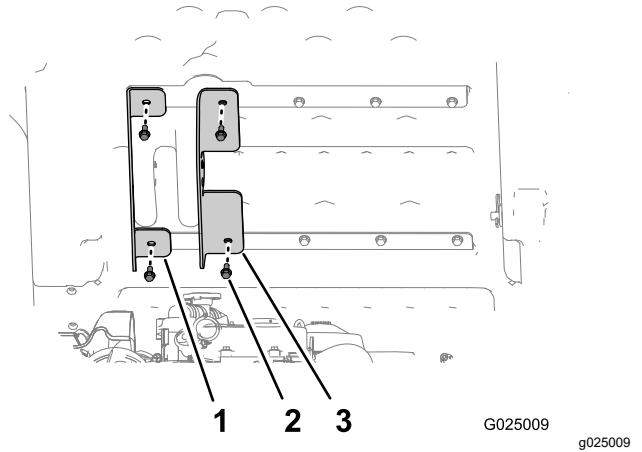

図 5
3. 左側昇降ブラケット短いフランジのブラケットを、上側および下側の荷台プレースにある外側の穴に合わせる図5。
4. ステップ1で外したボルト2本を使って外側昇降ブラケットを荷台に固定するが、手締め状態にしておく図5。
5. 内側昇降ブラケット長いフランジのブラケットを、上側および下側の荷台プレースにある内側の穴に合わせる図5。
6. ステップ2で外したボルト2本を使って内側昇降ブラケットを荷台に固定するが、手締め状態にしておく図5。
9. 内側・外側の昇降ブラケットを荷台に固定している4本のボルト $5/16 \times 3\frac{3}{4}$ "図 5